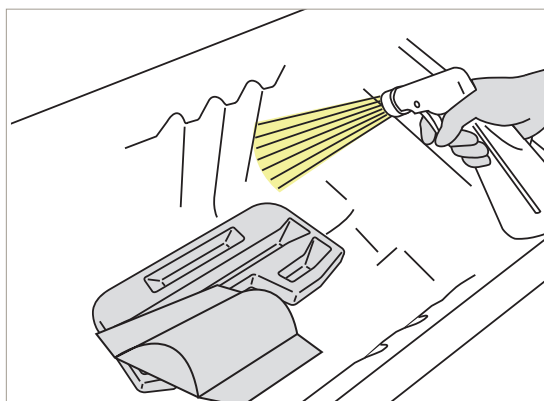

Figure 64
20. Vaporiser le désinfectant sur toutes les surfaces internes de la baignoire Classic Line 2 et les accessoires se trouvant dans le fond. Retourner les accessoires et vaporiser l'autre côté. Faire attention aux pièces, aux boutons et aux capteurs fixés à la surface de la baignoire comme l'actionneur d'écoulement de baignoire et les poignées de maintien. Voir la section Figure 64.